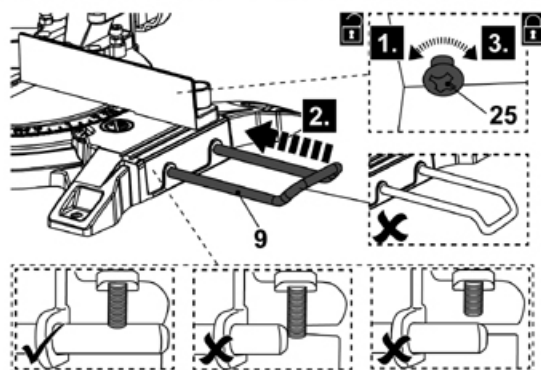

Fig. 2
- > Desaperte ligeiramente o parafuso de fixação do suporte extensível da peça (25) com a ferramenta fornecida (28) (Fig. 2, etapa 1). Não a remova da respetiva base.
- > Insira as extremidades da haste do suporte extensível da peça (9) nos orifícios de montagem. (etapa 2).
- > Aperte o parafuso de fixação (25) para o fixar posteriormente (etapa 3).